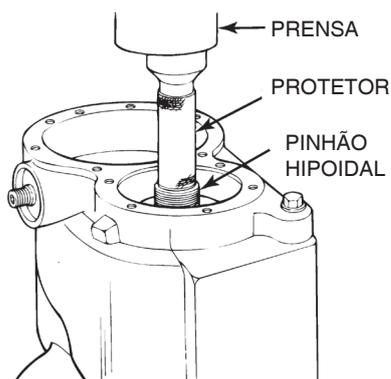

Figura 3.52
- B. Coloque um protetor no topo da haste do pinhão hipoidal. Figura 3.52.